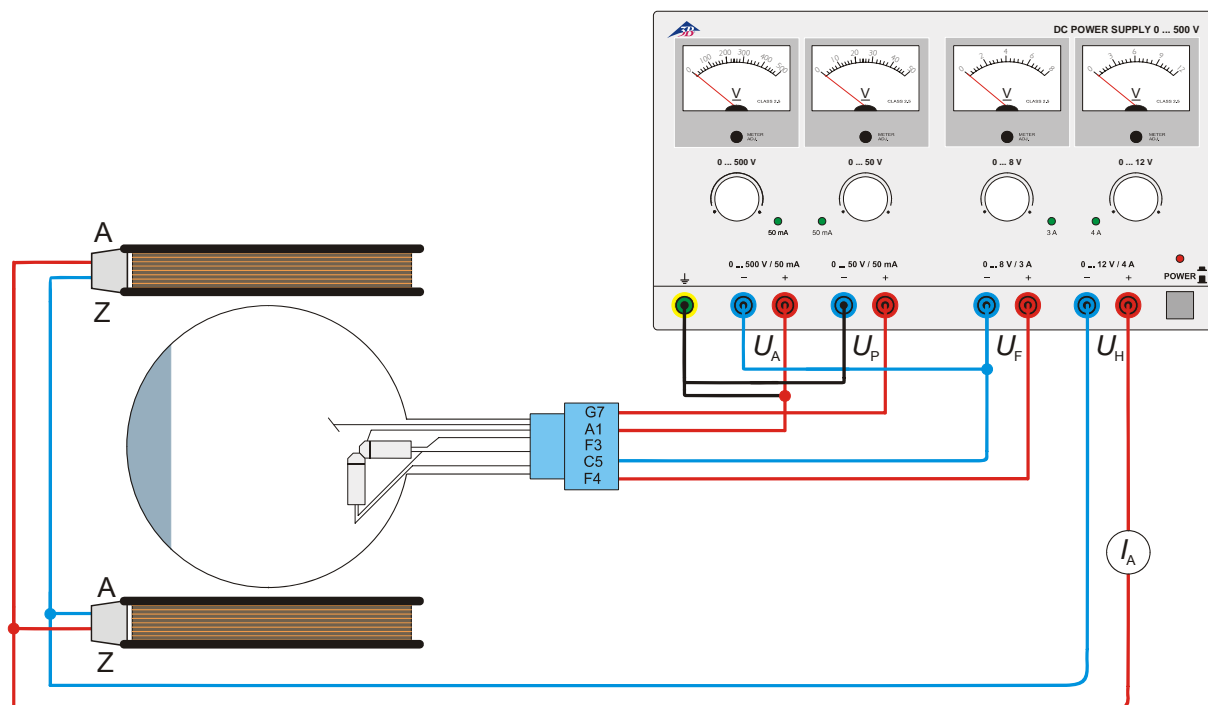

Fig. 4 Determinação de e/m por meio do canhão de elétrons perpendicular
- Executar a conexão dos tubos conforme a fig. 4.